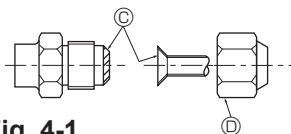

Fig. 4-1
(A) (Fig. 4-1)
(B) (Fig. 4-1)
4.2. Collegamento dei tubi (Fig. 4-1)
- Stendere uno strato sottile di oliorefrigerante sul tubo e collegare la superficie di appoggio prima di serrare il dado a cartella. (A)
- Serrare i raccordi dei tubi usando due chiavi. (B)
- Applicare olio adatto alle macchine di refrigerazione sull'intera superficie di alloggiamento svasata. (C)
- Utilizzare i dadi a cartella per le seguenti dimensioni di tubazioni. (D)